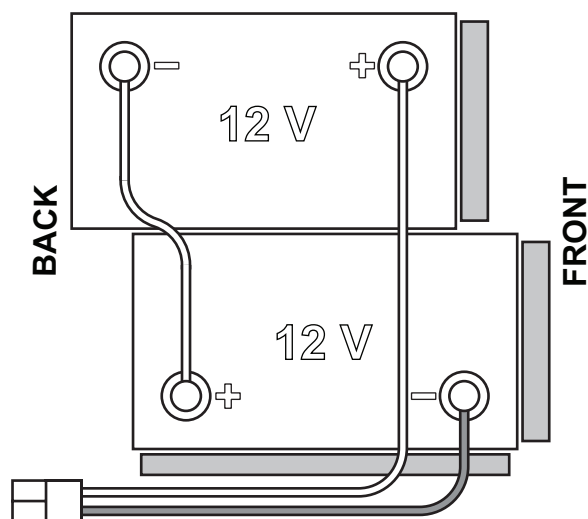

Figura 1
A máquina requer 2 baterias de 12 V, ligadas conforme o diagrama indicado na Figura 1.
1. Retire a chave do operador (51).
2. Desligue o conector (9) das baterias.
3. Levante a tampa (34) e verifique se o reservatório da água de recuperação (33) está vazio. Caso contrário, esvazie-o através do tubo de descarga (12).
4. Feche a tampa (19).
5. Segure a pega (16) levante o reservatório com cuidado (33).
7. Posicione e instale os cabos das baterias conforme o ilustrado no diagrama da Figura 1. De seguida, aperte com atenção a porca em cada terminal das baterias.
8. Posicione o capuz de proteção sobre cada um dos terminais. De seguida, ligue o conector das baterias (9).
9. Segure a pega (16) baixe o reservatório com cuidado (33).